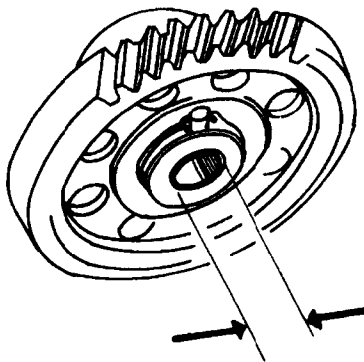
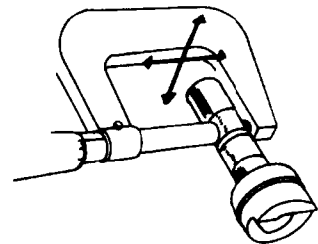

图 1-16 检查凸轮轴衬套
图 1-17 检查凸轮轴
(8) 凸轮轴衬套与凸轮齿轮轴的配合。凸轮轴衬套内径的标准值为 $\phi 14.060 \sim \phi 14.078\text{mm}$, 凸轮齿轮轴外径的标准值为 $\phi 13.966 \sim \phi 13.984\text{mm}$ 。其配合间隙标准值为 0.076 ~ 0.112mm, 维修极限值为 0.12mm, 检查方法如图 1-16 和图 1-17 所示。